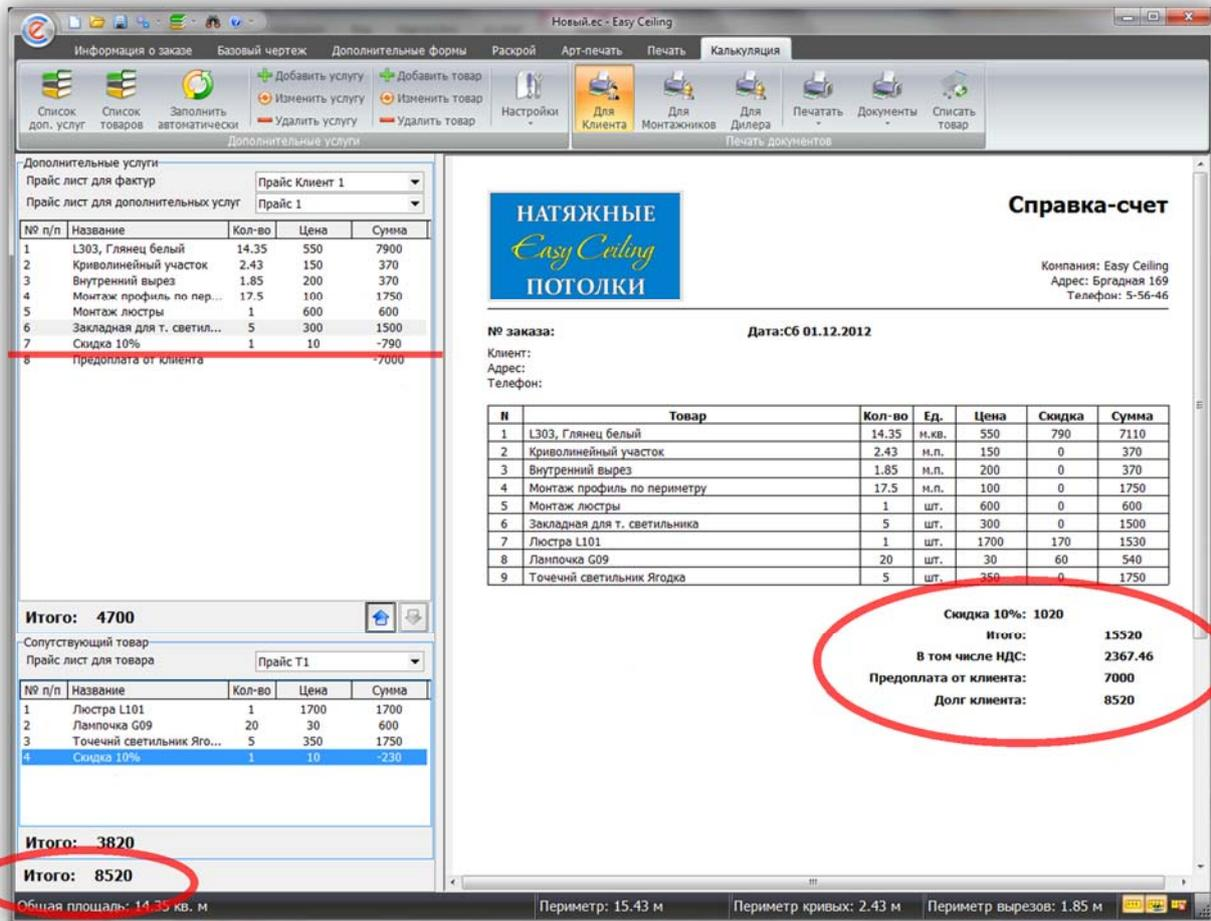

Рисунок 64 – Применение Скидки
- Скидка – скидка применяется ко всей сумме заказа, услуга с типом «Скидка», будет всегда автоматически переноситься в конец списка, а на печатных формах печататься отдельной строкой (рисунок 64);